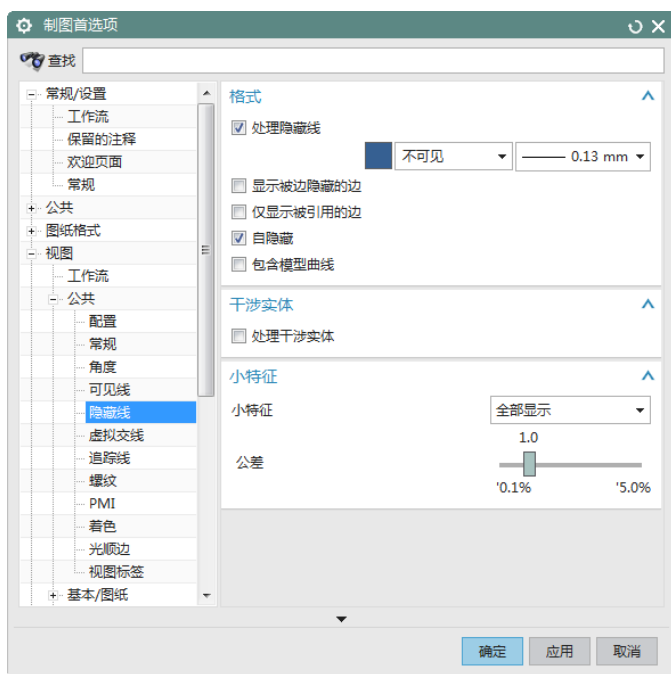

图 9-11 “制图首选项”对话框
(1) 单击“应用模块”选项卡“设计”面组上的“制图”按钮 ，进入制图环境。
(2) 选择“菜单(M)”→“首选项(P)”→“制图(Y)...”，打开如图 9-11 所示的“制图首选项”对话框。